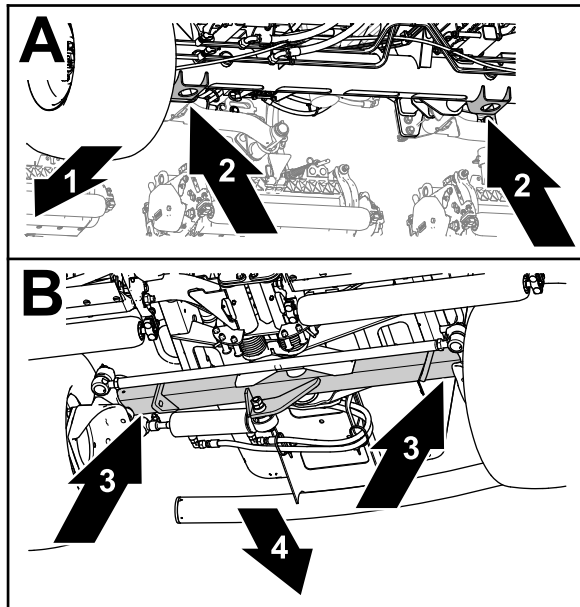

Figure 67
- Avant – supports de cric du tube d'essieu avant (Figure 67).